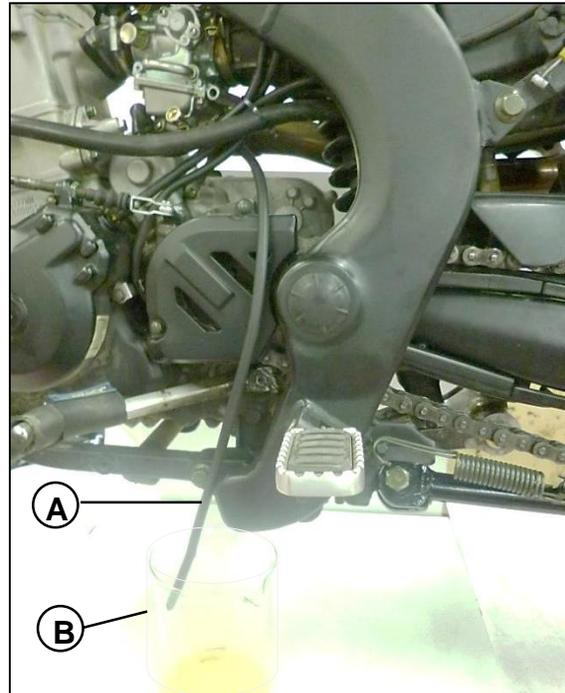

Fig. 01
- Posicione un recipiente y limpio **(B)** a la salida de la manguera del desfogue del carburador **(A)** para drenar el combustible **Fig. 01**